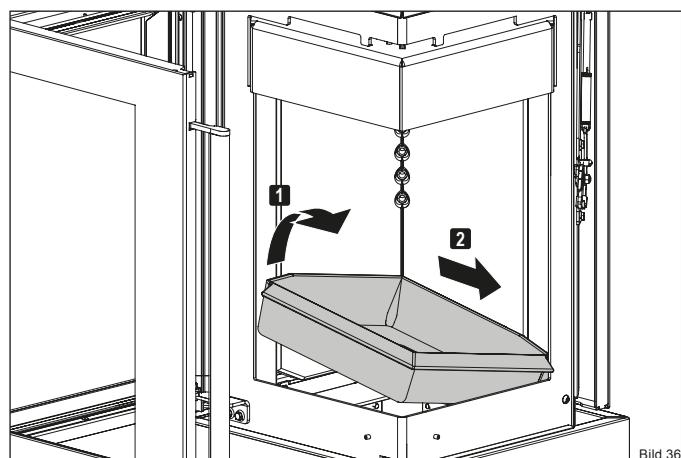

Bild 36
- Drehen Sie den Feuerrost über die rechte Kante **1** und entnehmen Sie diesen aus dem Feuerraum **2** (Bild 36).